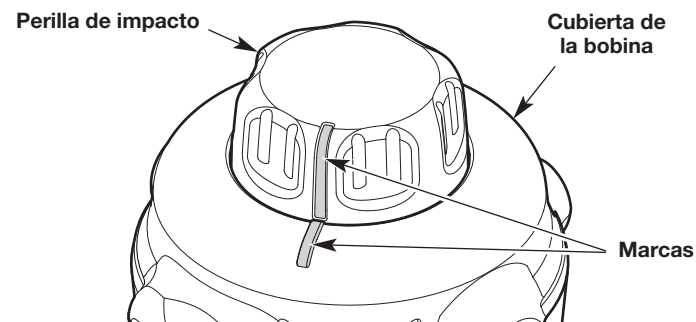

Fig. 26
3. Gire la perilla de impacto para alinear la marca de la perilla de impacto con la marca de la cubierta de la bobina (Fig. 26).